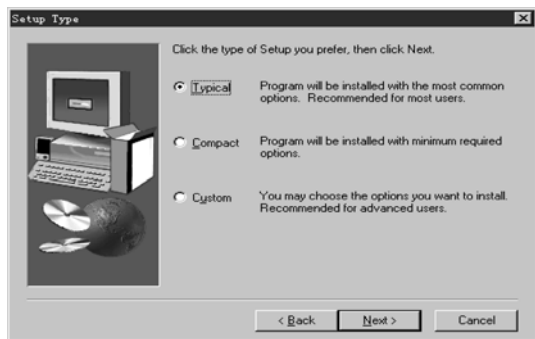

图 1.5 安装类型选择画面
- 若用鼠标左键单击 (Next) 按钮, 则进行下一步安装, 进入安装类型选择画面, 如图 1.5 所示。
4. 进入“Setup Type”安装内容选择画面如图 1.5 所示，选中您需要安装的方式。